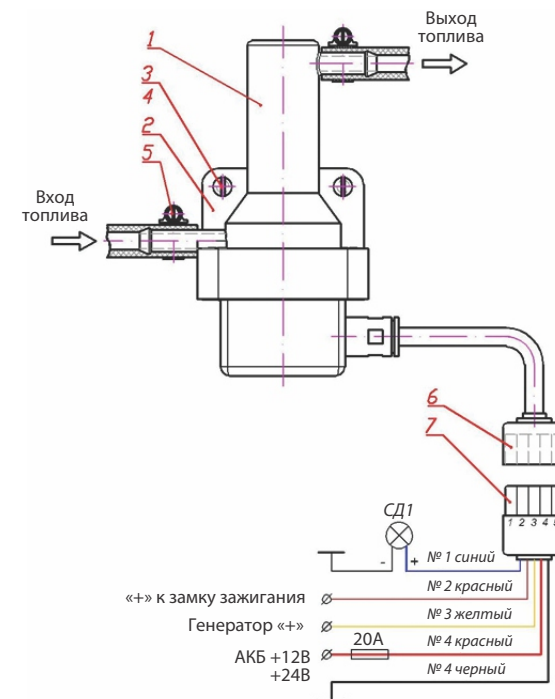

Рисунок 1
**5.2** Подогреватель устанавливается в разрез топливпровода перед фильтром тонкой очистки или перед фильтром-сепаратором. Ввод дизельного топлива обозначен на входном штуцере подогревателя в виде стрелки с соответствующим направлением. Рабочее положение подогревателя – вертикальное. При этом входной и выходной топливные штуцеры подогревателя располагаются горизонтально (см. рисунок 1). Подогреватель 1 крепится в моторном отсеке за кронштейн 2 двумя винтами М5 по ГОСТ 1491 или саморезами 3 с пружинными шайбами 4 по ГОСТ 6402. Допускаемое отклонение корпуса подогревателя от вертикали не должно превышать 10-15°. Топливопроводы крепятся на штуцерах подогревателя хомутами 5 по ГОСТ 28191.